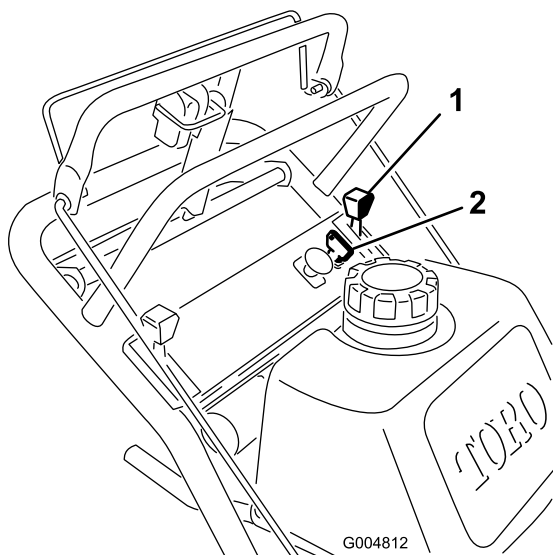

Figura 8
- Mova a alavanca do regulador para a posição Slow (lento) (Figura 8).
- Rode a chave para a posição Desligar (Figura 8).